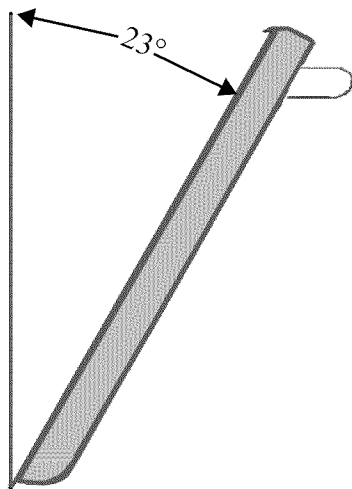

Figure 23 : Angle approximatif nécessaire pour retirer la porte
3. Fermez la porte jusqu'à ce qu'elle bute contre les griffes à charnières, qui maintiennent la porte entrouverte (*Figure 23*).
1. Inclinez légèrement la porte (*Figure 23*) et insérez les charnières dans les fentes. Les charnières s'amarreront solidement dans les fentes si la porte est placée correctement. Ne forcez pas la porte et ne l'inclinez pas sur les côtés.